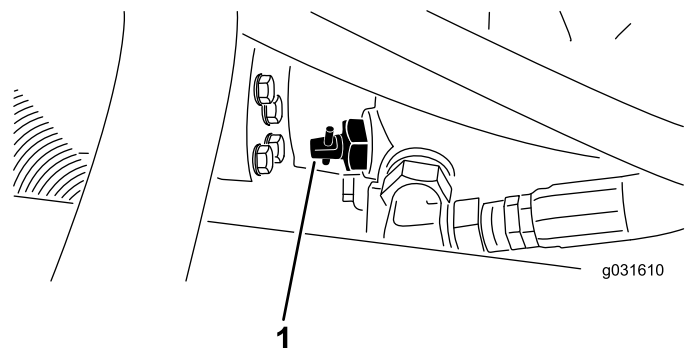

Figura 30
1. Localice la válvula de desvío en la bomba (Figura 30) y aflójela girándola 90° (1/4 de vuelta).